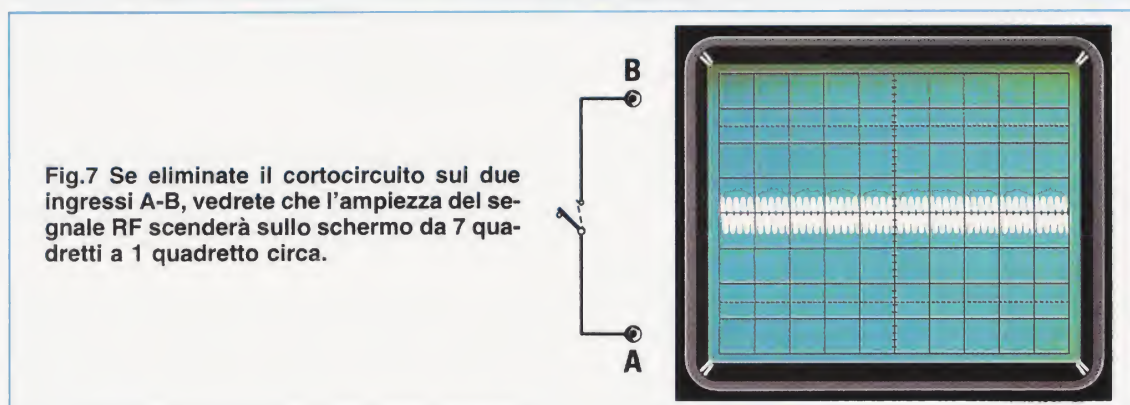

Fig.7 Se eliminate il cortocircuito sui due ingressi A-B, vedrete che l'ampiezza del segnale RF scenderà sullo schermo da 7 quadretti a 1 quadretto circa.
ingressi **A-B** l'ampiezza del segnale scenderà a circa **1 quadretto** (vedi fig.7).
**Eliminando** questo cortocircuito vedremo l'ampiezza del **segnale RF** scendere bruscamente a circa **1 quadretto** (vedi fig.7).